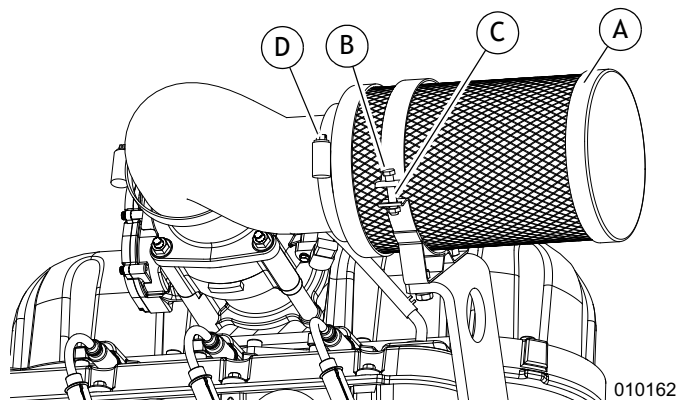

Рисунок 5-13. Крышка воздухоочистителя и сменный фильтрующий элемент
1. См. **Рисунок 5-13**. Демонтируйте гайку (B) и болт (C) со скобы воздушного фильтра и ослабьте скобу колена (D) для освобождения воздухоочистителя.